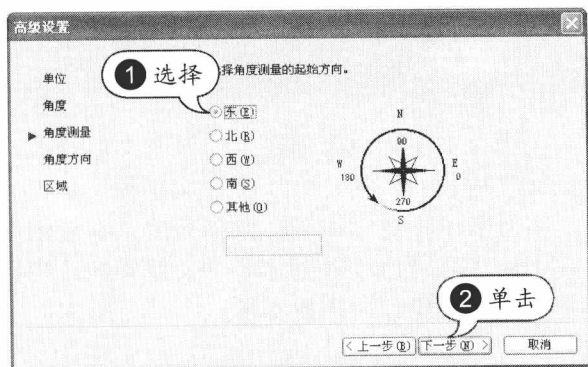

图 1-4 设置起始方向
STEP 04 设置角度测量起始方向。选中“东”单选按钮，然后单击“下一步”按钮，如图 1-4 所示。